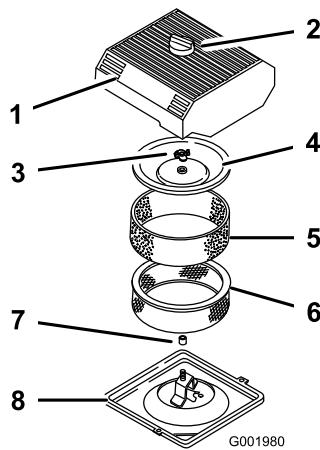

Figura 44
- Pulite intorno al filtro dell'aria per evitare che la morchia possa penetrare nel motore provocando gravi danni (Figura 44).
- Svitate la manopola sul coperchio del filtro dell'aria e togliete il coperchio (Figura 44).
- Togliete con cautela l'elemento in schiuma sintetica dall'elemento di carta (Figura 44).
- Svitate il dado del coperchio e togliete sia il coperchio che l'elemento di carta (Figura 44).
1. Infilate con cautela l'elemento in schiuma sintetica sopra l'elemento di carta del filtro dell'aria (Figura 44).
3. Avvitate a fondo, manualmente, il dado contro il coperchio (Figura 44).
4. Montate il coperchio del filtro dell'aria e la manopola (Figura 44).